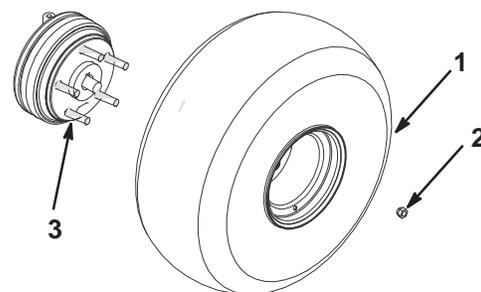

Bild 2
- Montieren Sie die Räder mit den vorher entfernten Befestigungsteilen (Bild 2) und ziehen sie mit 61 bis 88 Nm fest.